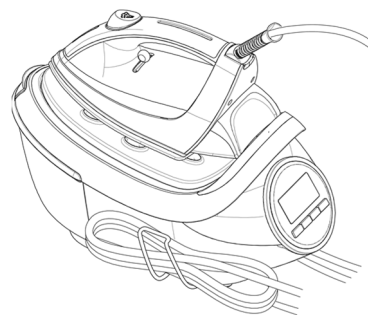

Figura 7
5. Depozitați cablul principal și cablul de alimentare cu abur, utilizând agrafa de depozitare a cablului (Figura 7)